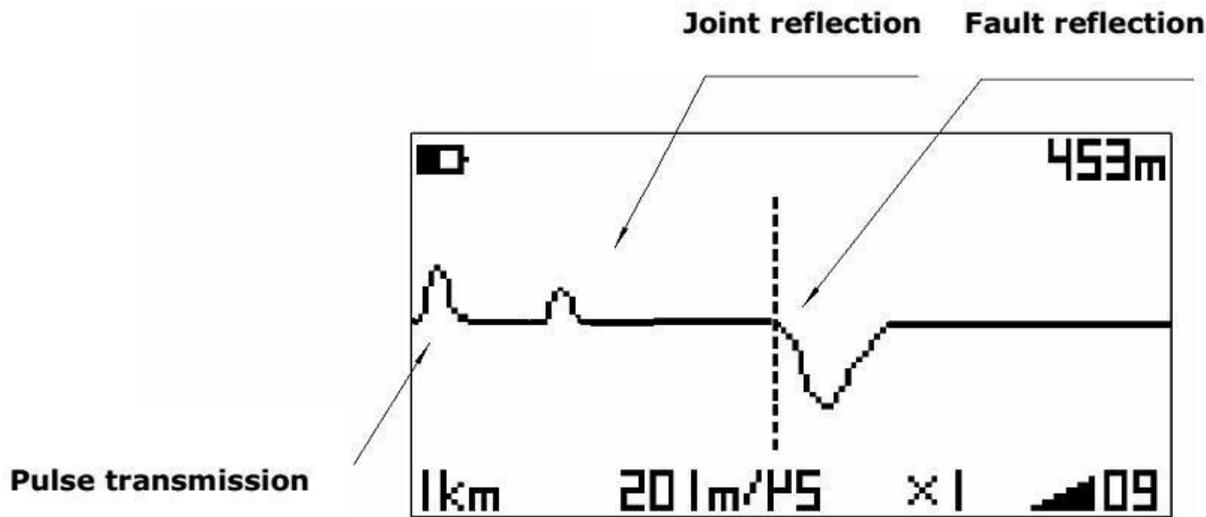

Figure 5. Typical example
*** Position commune: appuyez sur  &  pour déplacer la courbe de gauche à droite. Voir fig. 5**